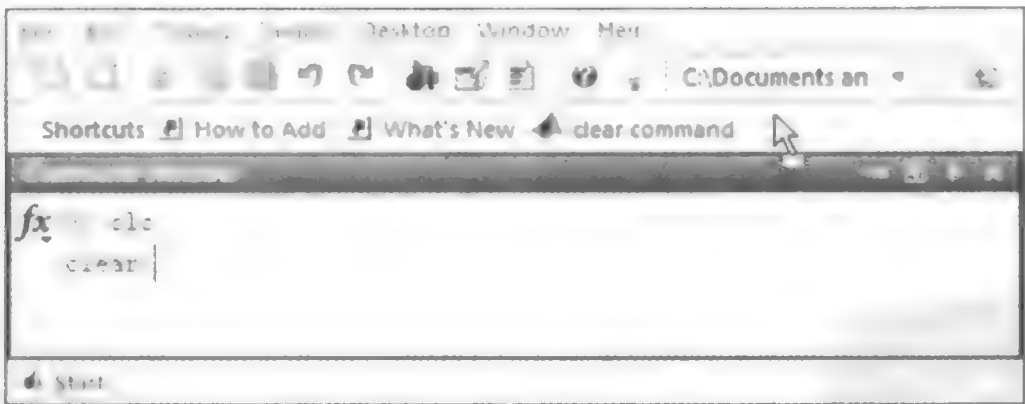

图 1.2.10 快速新建快捷方式
(3) 用户也可以在命令行窗口、命令历史窗口或 M 文件窗口,选中一系列代码,拖入 Shortcuts 工具条,在后续跳出的编辑窗口,输入显示标签等信息,建立快捷方式,如图 1.2.10 所示。